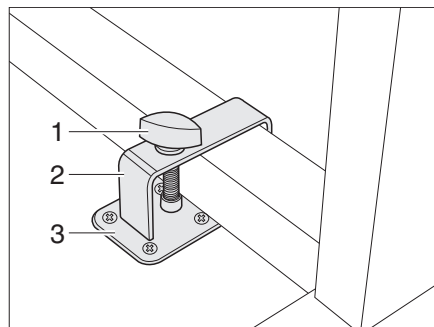
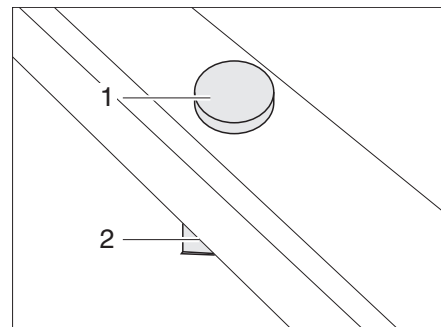

Fig. 55 Dispositif de blocage table pivotante à montage métallique
Fig. 56 Dispositif de blocage table pivotante à montage en plastique
- Placer la table pivotante près du support (Fig. 55,3) ou sur celui-ci (Fig. 56,2).
- Placer l'étrier (Fig. 55,2) avec la vis de fixation (Fig. 55,1) par-dessus le pied de table.
- Pousser l'étrier et, le cas échéant, la table pivotante de telle sorte que la vis de fixation (Fig. 55,1 ou Fig. 56,1) puisse être vissée dans le support (Fig. 55,3 ou Fig. 56,2).